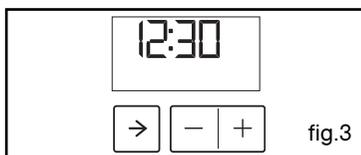

fig.3
Ajustez le réglage de l'heure avec les touches + et - (fig.3).
Il vous est cependant possible d'ajuster la température en actionnant la manette de sélection de température vers + ou - (fig.3)
Exemple : 30 min de cuisson (fig.3).
- l'indicateur de durée de cuisson et 0:00 clignotent (fig.3).
Après avoir réglé la luminosité de votre choix, attendez quelques secondes, puis remettez votre programmeur à l'heure du jour (fig.3).
Faire levier sur ces pièces afin de déclipper la glace (fig.3).